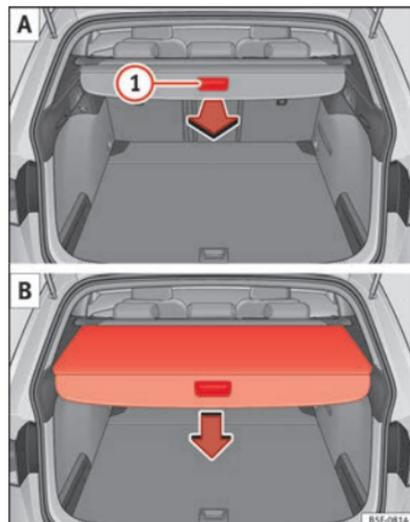

Fig. 161 Dans le coffre à bagages : déroutement et enroulement de la plage arrière.
• Tirez bien droit la plage arrière à l'aide de la poignée » **fig. 161** ① **A** vers l'arrière, et extrayez-la jusqu'au bout jusqu'à ce qu'elle s'encastre de façon audible.
• Appuyez sur la poignée de la plage arrière dans le sens de la flèche jusqu'à ce qu'elle se débloque » **fig. 161** **B**.